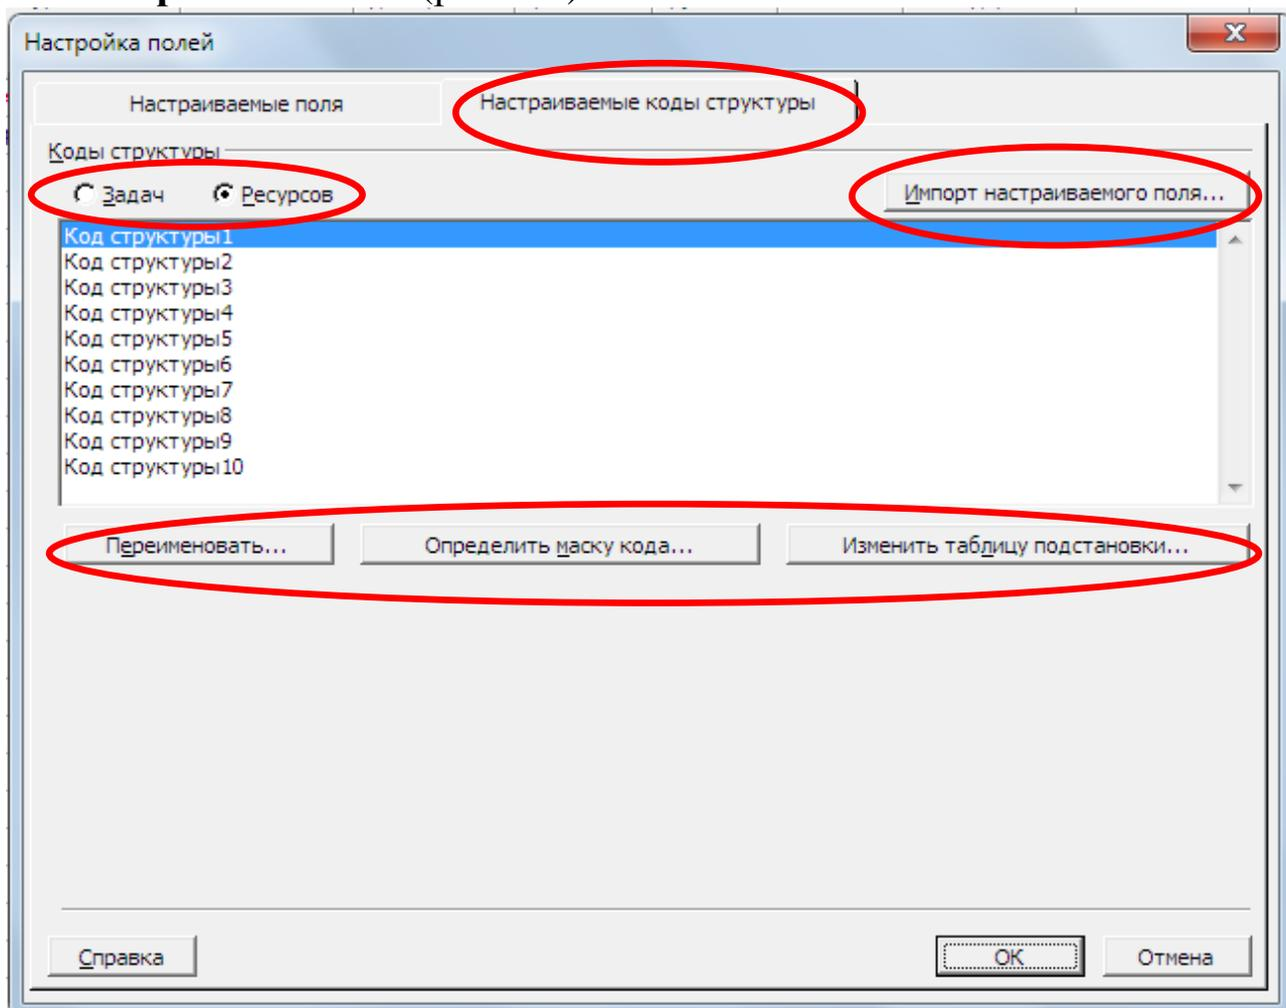

Рис. 19 – Настройка **Кодов структур**
51. Настраиваемые коды структуры создают в диалоговом окне **Настройки полей** (рис. 19).